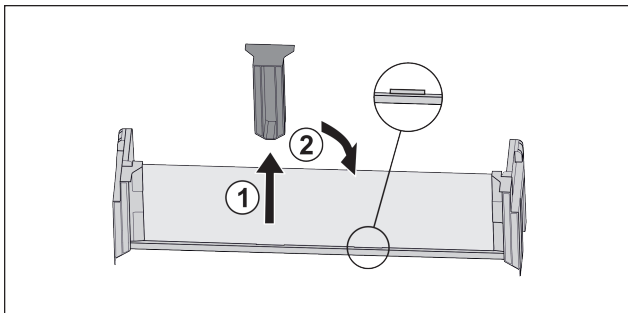

Fig. 23
- ▶ Mittleres Halteteil abziehen Fig. 23 (1).
- ▶ Mittleres Halteteil auf zweiter Position einsetzen Fig. 23 (2).